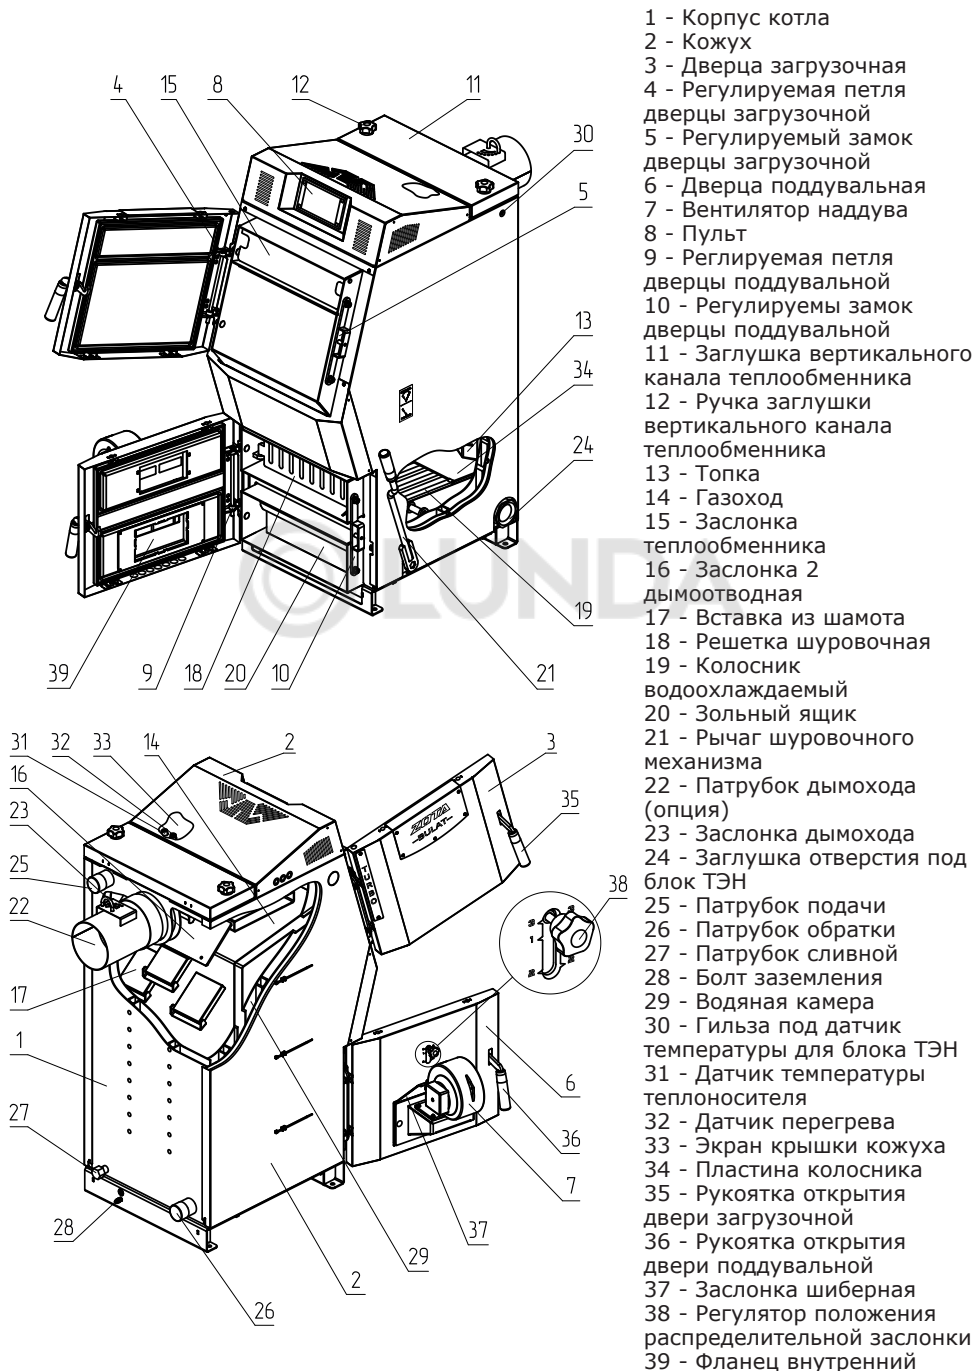

Рис.1 Конструкция отопительного котла
4.5.10. Эксплуатация котла без зольного ящика (Рис.1 поз.20).
5.1. Котел (Рис.1) состоит из корпуса (поз.1), топки (поз.13), патрубка дымохода (поз.22) (опция). Для регулировки тяги обязательна установка регулируемого патрубка дымохода ZOTA или шибера (задвижки), как элемента дымохода согласно СП 7.13130.2013. При закрытом положении шибера (задвижки) должно оставаться свободным не менее 20% номинального сечения патрубка дымохода. В нижней части топки находятся водоохлаждаемые колосники (поз.19) и зольный ящик (поз.20).
Внимание! Не допускается эксплуатация котла без установленного зольного ящика (Рис.1 поз.20). Эксплуатация котла без установленного зольного ящика приводит к прогоранию и деформации водонеохлаждаемых поверхностей котла. В случае нарушений условий эксплуатации котла рекламации не принимаются.
Внимание! Не допускается эксплуатация котла без установленной шуровочной решетки (Рис.1 поз.18). Отсутствие шуровочной решетки может привести к повреждению лакокрасочного покрытия и прогару поддувальной двери. В случае нарушений условий эксплуатации котла рекламации не принимаются.
5.3. В корпус котла вмонтировано рычажное шуровочное устройство с приводом от рычага (Рис.1 поз.21), предназначенное для удаления золы с колосниковой решетки.
Внимание! Не допускается эксплуатация котла без установленной заслонки (Рис.1 поз.15). Эксплуатация котла без установленной заслонки приводит к прогоранию и деформации водонехлаждаемых поверхностей котла. Котел не выходит на номинальную мощность. В случае нарушений условий эксплуатации котла рекламации не принимаются.
- Откройте заглушку вертикального канала теплообменника (Рис.1 поз.11) и уберите заслонку 2 дымоотводную (Рис.1 поз.16);
- После установки шамотных кирпичей установите заслонку 2 дымоотводную (Рис.1 поз.16) и заглушку вертикального теплообменника (Рис.1 поз.11).